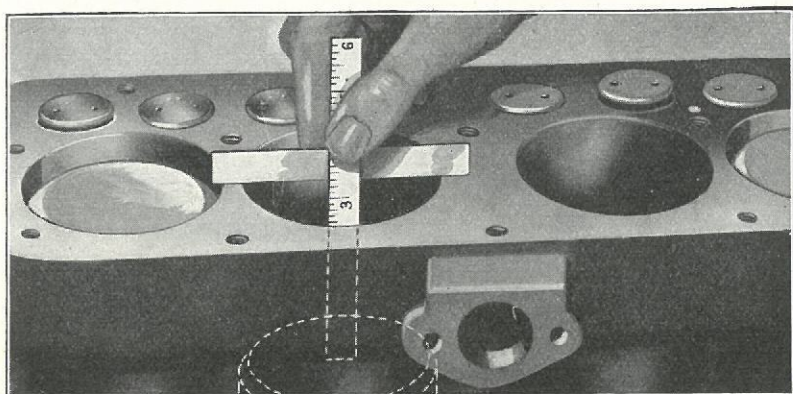

Fig. 173
- 261** Ventilernes Aabning og Lukning i Forhold til Stemplets Stilling kontrolleres paa følgende Maade: Udblæsningsventilen aabnes, naar Stemplet staar $\frac{5}{16}$ " over nederste Dødpunkt. Dette konstateres ved at maale Afstanden fra Top af Stemplet til Overkant af Cylinderblok, der skal være $3\frac{3}{8}$ " (se Fig. 173). Udblæsningsventilen lukker i øverste Dødpunkt, d. v. s. naar Stemplet staar $\frac{5}{16}$ " over Cylinderblokkens Plan. Indsugningsventilen aabner $\frac{1}{16}$ " efter, at Stemplet har passeret Topstilling, d. v. s. naar Stemplet er $\frac{1}{4}$ " over Cylinderblokkens Plan. Indsugningsventilerne lukkes $\frac{9}{16}$ " efter nederste Dødpunkt. Afstanden fra Stemplet til Cylinderblokkens Plan er da $3\frac{1}{8}$ ".